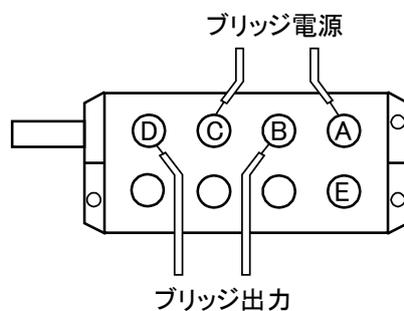

図 4-2 ブリッジ BOX の結線
- B) ひずみを測定するためのブリッジで、ひずみゲージは種々の接続法が用いられます。これらの接続法は、4-2頁「ひずみゲージによるブリッジ構成例」を参照してください。またブリッジボックスを中継して各種の変換器を使用する場合には図4-2のように接続してください。